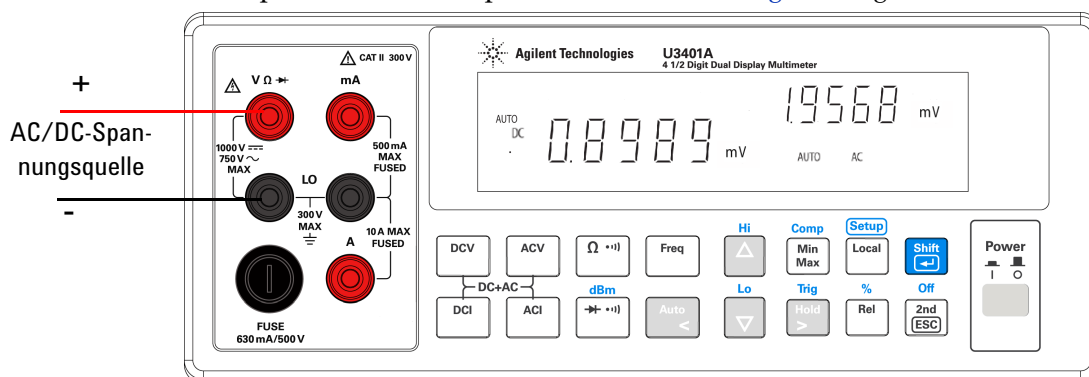

Abbildung 3-1 Verbindungsanschluss beim Messen der DC-Spannung und AC-Welle
- 1 Verbinden Sie das rote und schwarze Testkabel mit dem Eingangsanschluss und prüfen Sie die Testpunkte wie in Abbildung 3-1 dargestellt.